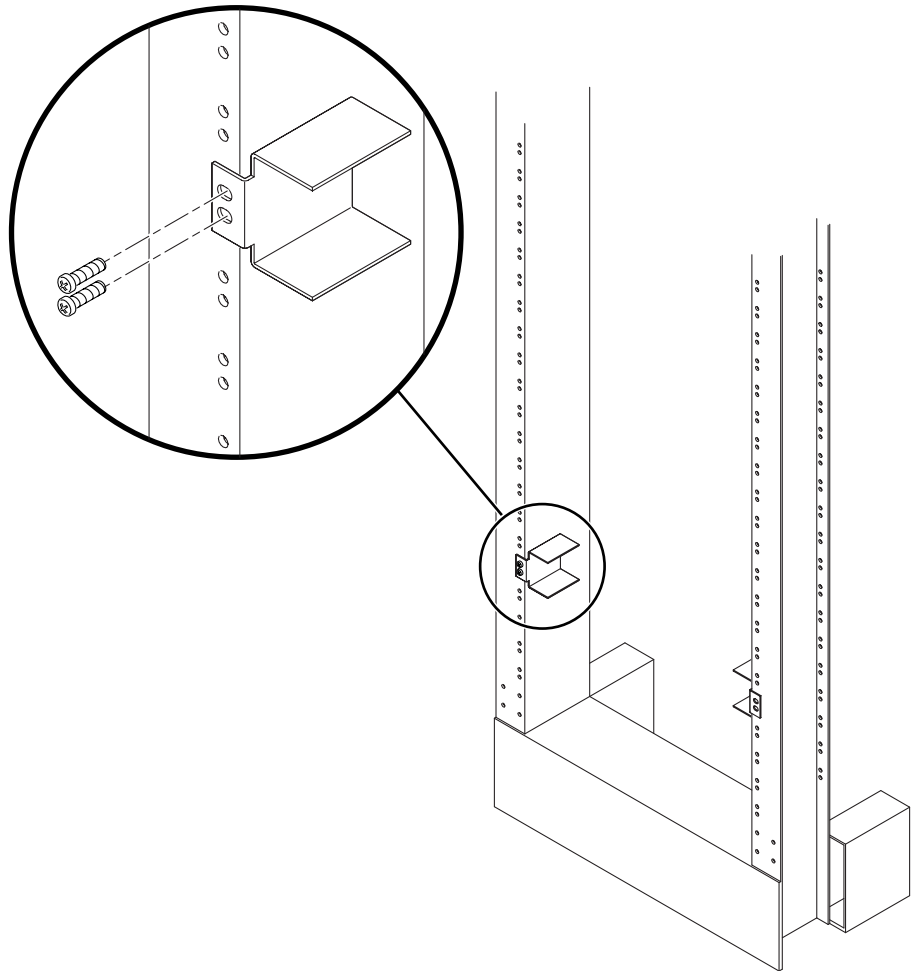

FIGURE 3-25 Installation des guides de rail dans l'armoire
4. **Soulevez les guides de rail jusqu'à la hauteur souhaitée dans l'armoire et, à l'aide de deux vis pour chacun, fixez-les à l'armoire (FIGURE 3-25).**